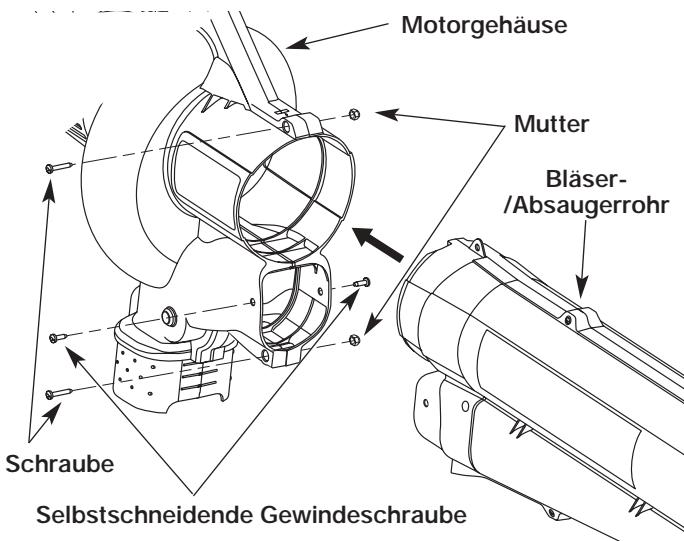

Abb. 1
2. Das Bläser-/Absaugerrohr vollständig in die Gehäuseöffnung des Motors schieben, damit die Öffnungen der Verschlüsse des Bläser-/Absaugerrohrs mit den Schraubenlöchern des Gehäuses übereinstimmen (Abb. 1).
2. Die 2 (zwei) Schrauben und Muttern, die das Bläser-/Absaugerohr am Gehäuse befestigen, entfernen (Abb. 1).